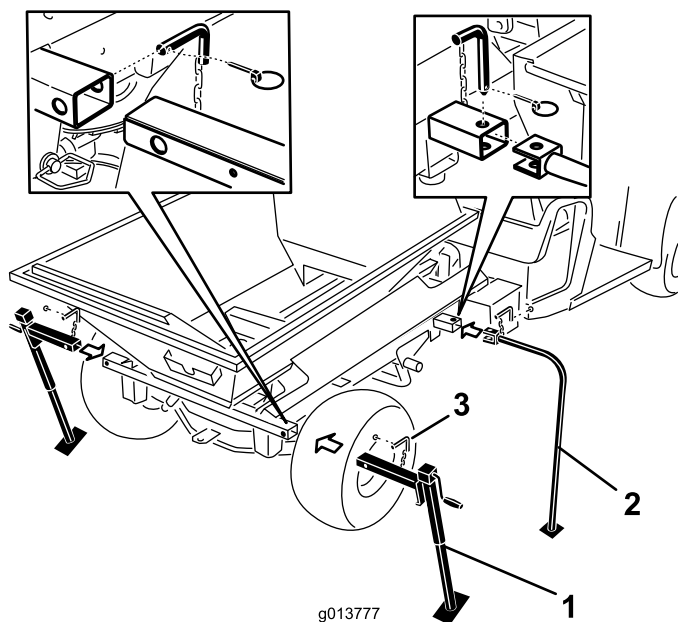

Bild 51
7. Setzen Sie vorderen Abstellstützen und die hinteren Achsständer in die Maschinenrohre und befestigen sie mit Arretierbolzen (Bild 51).